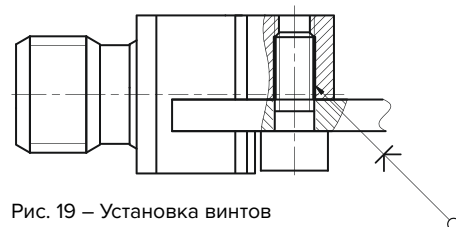

Рис. 19 – Установка винтов
- Закрутите винты, момент затягивания примерно 0,4 Н·м (рисунок 19);